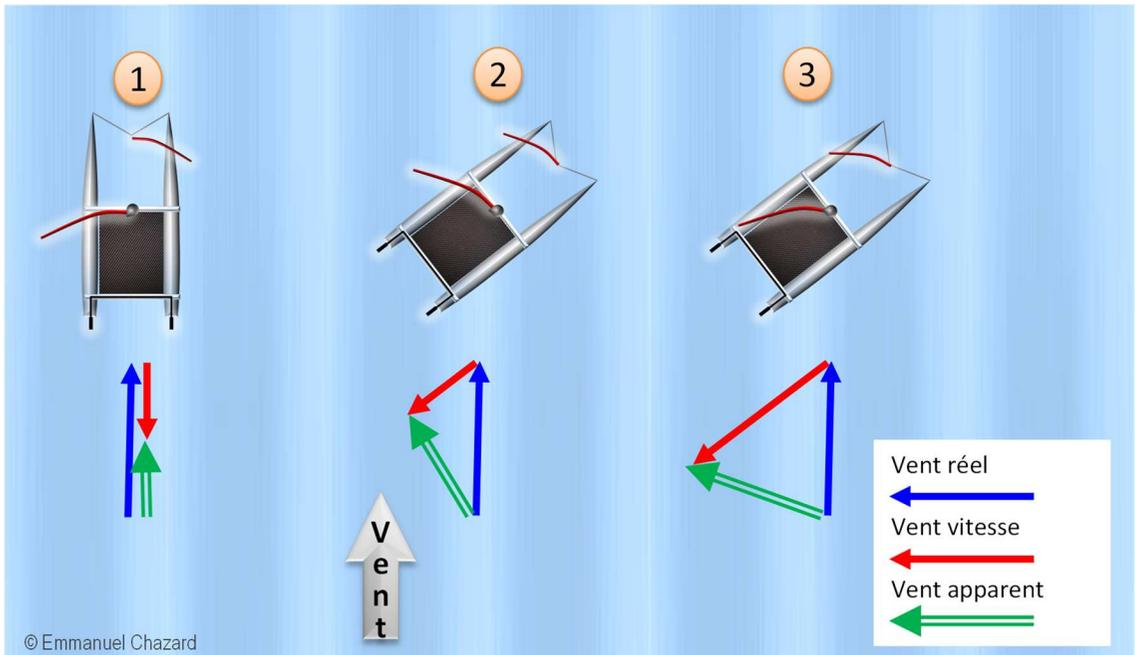

Figure 56. Vent apparent au vent arrière et au grand largue
Nous avons représenté en Figure 56 des bateaux naviguant au vent arrière (1) et au grand largue (2 et 3).